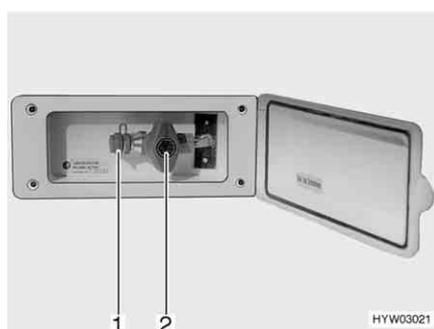

Fig. 56 Presa gas esterna, rubinetto di arresto del gas chiuso
La presa gas esterna (Fig. 56) si trova, a seconda del modello, nella parte posteriore o sul lato destro o sinistro del veicolo.
- Collegare l'apparecchio a gas esterno all'attacco (Fig. 56,1).
- Aprire il rubinetto di arresto del gas (Fig. 56,2).